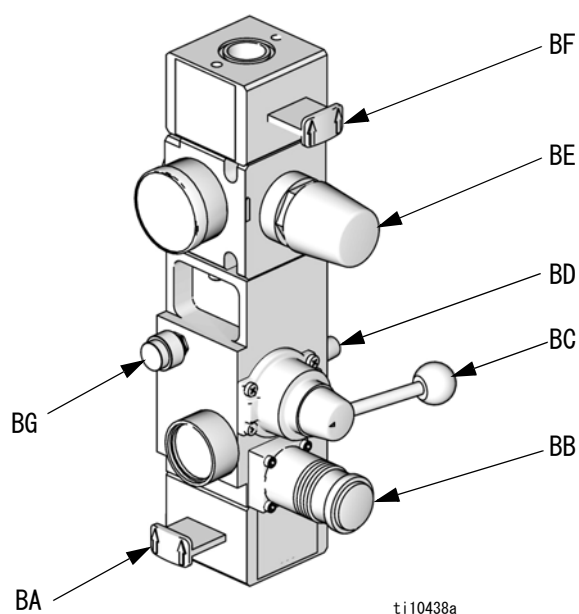

図 3. 統合エアコントロール
| G 統合エアコントロール (図 3 を参照してください)                          | U エアラインドレインバルブ (別売) |
- G 統合エアコントロール (図 3 を参照してください)